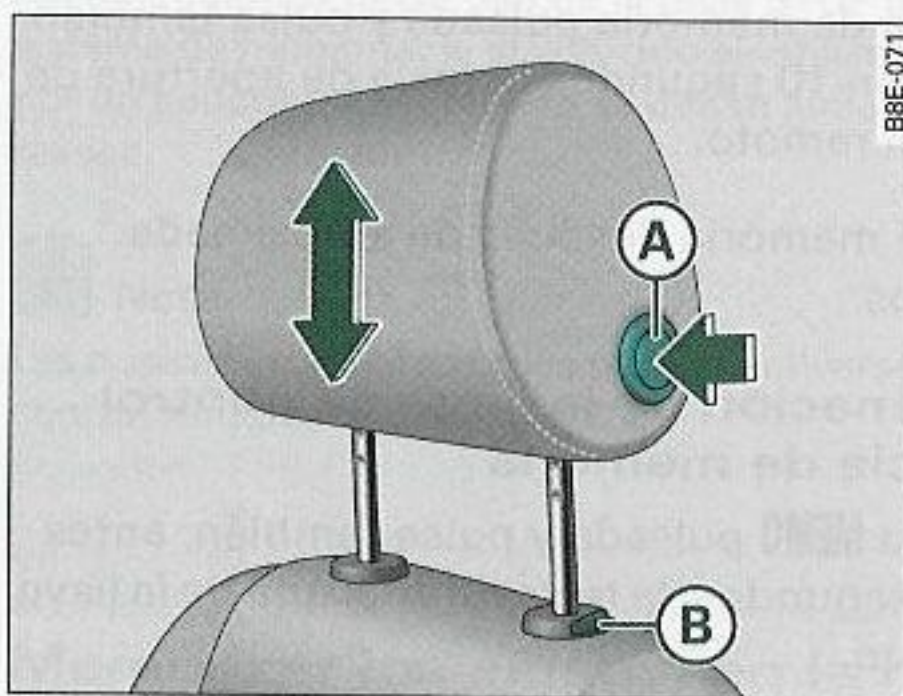

Fig. 89 Asientos delanteros: Apoyacabezas
- Ajuste el apoyacabezas de modo que el borde superior del mismo se halle *como mínimo* a la altura de los ojos o incluso más alto ⇒ fig. 89.
- Apriete el botón (A) ⇒ fig. 89 y ajuste el apoyacabezas de modo que el borde superior del mismo se halle *como mínimo* a la altura de los ojos o más alto.